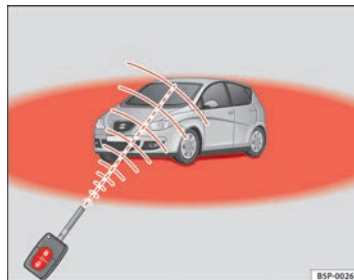

Fig. 65 Périmètre d'action de la radiocommande
- La radiocommande fonctionne uniquement lorsque vous vous trouvez dans le périmètre d'action **⇒ fig. 65** (zone rouge).